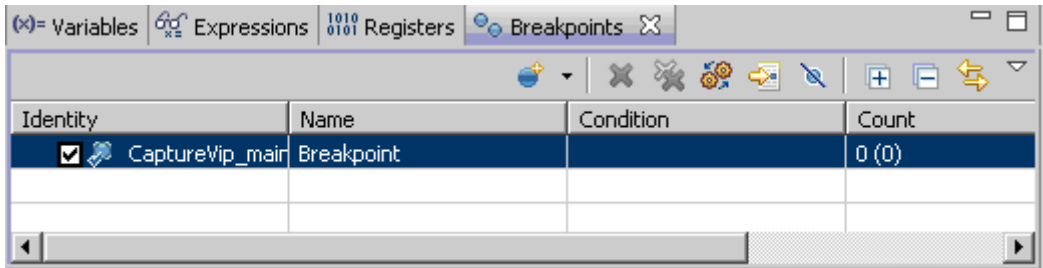

图 1-2-14
9. 添加断点后即可在[Breakpoint]列表窗口看到该断点, 如图 1-2-14 所示: